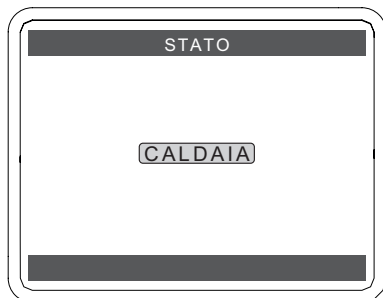

Figura 2.20
- Premere il tasto (✓) per confermare Figura 2.20.